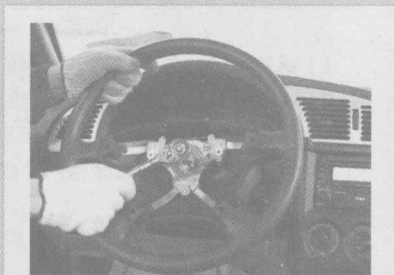

图2-7 转向盘紧固
1) 检查转向盘紧固螺母, 若松动, 应予紧固, 如图2-7所示。再检查转向装置滑动花键部分的磨损情况, 若磨损过大, 应予更换转向传动叉。